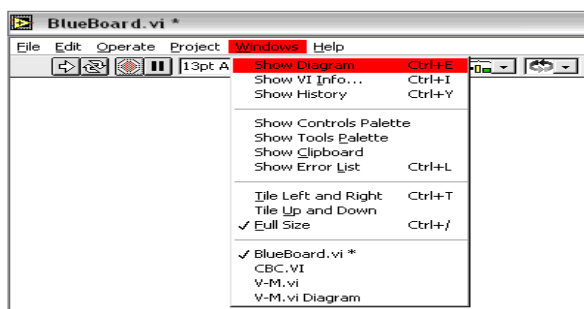

Рисунок 3.4 – Переход на блок-схему
6. Выбрать пункт “Show Diagram” («Показать блок-схему») из меню “Windows”, и окно блок-схемы станет активным (рисунок 3.4)